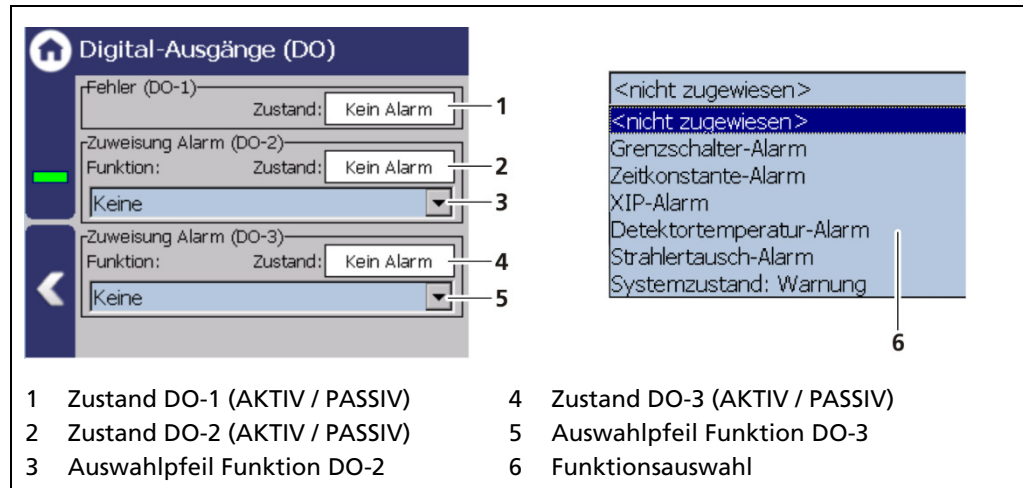

Abb. 91 Digital-Ausgänge
3. Geben Sie das Eingabefeld (Abb. 91, Pos. 4) den angezeigten Wert des Strommessgeräts ein.
5. Geben Sie das Eingabefeld (Abb. 91, Pos. 5) den angezeigten Wert des Strommessgeräts ein.